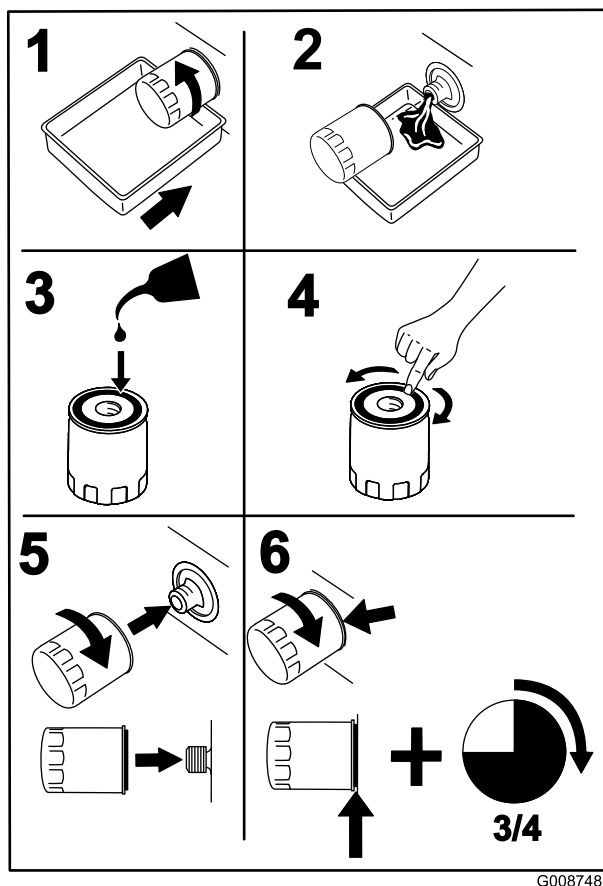

Figure 33
2. Remplacez le filtre à huile moteur (Figure 33).